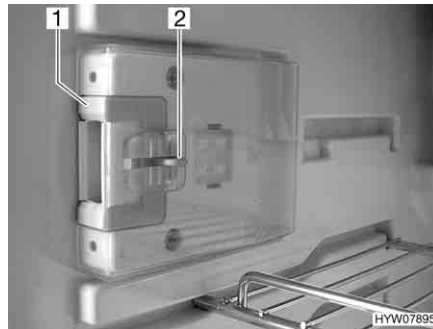
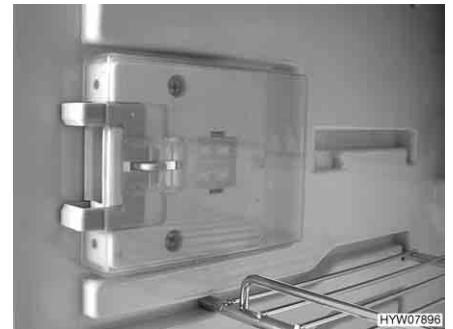

Fig. 239 Dispositivo de fecho em posição normal
Fig. 240 Dispositivo de fecho em posição de arejamento
- Empurre para dentro o dispositivo de destrava (Fig. 239,2).
- Desloque o dispositivo de fecho (Fig. 239,1) para a frente (Fig. 240).